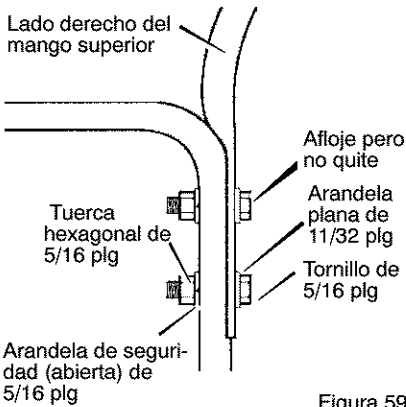

Figura 59
3. Afloje pero no quite los tornillos, arandelas planas, arandelas de seguridad y tuercas hexagonales que se encuentran en los agujeros superiores del mango inferior. Vea la Figura 59.